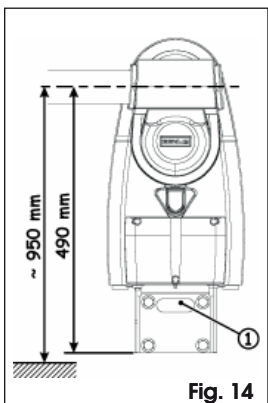

Fig. 14
Bij het wandmodel kunnen de elektriciteitskabels in de muur worden geplaatst, waarbij ze uit de steun komen (Fig. 14 ref. ①), of ze kunnen op de muur zitten met gebruikmaking van geschikte buizen of mantels. Zie 4.3.1 om de positie van de kabels te bepalen.
1. Bepaal de plaats van de beugel door rekening te houden met de waarde van Fig. 14. Het wordt aangeraden het automatisch systeem zo te installeren dat de arm zich ongeveer een meter boven de grond bevindt.